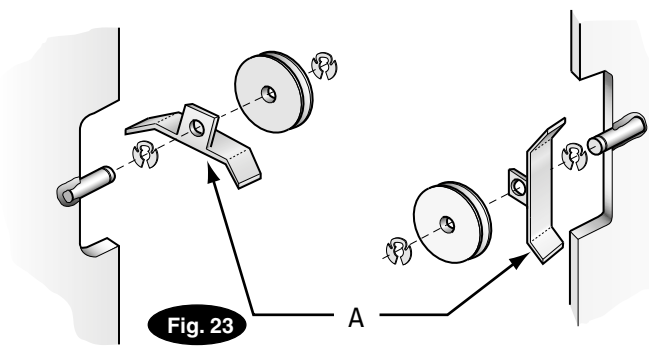

Fig. 23
- Montare la puleggia del cavo del gancio di arresto, i coperchi della puleggia e gli anelli di serraggio nella fessura superiore della colonna del gruppo generatore, come mostrato nella fig. 23.
Dettaglio fig. 23